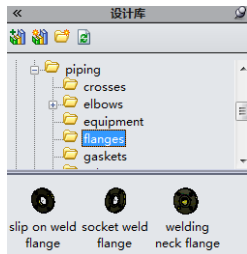

图 18-83 步路设计库 flanges 文件夹
① 单击“线路”工具栏中的“管道设计”按钮，打开“管道设计”工具栏。然后单击“管道设计”工具栏中的“通过拖/放来开始”按钮，此时右侧会弹出设计库，设计库打开到步路库的 piping<管道设计>部分。
② 在设计库下窗格中双击 flanges<法兰>文件夹, 如图 18-83 所示。